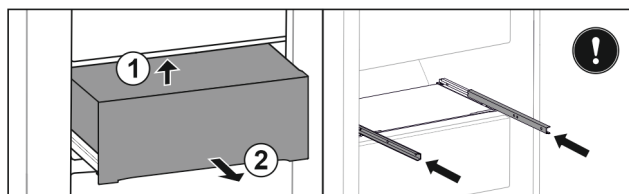

Fig. 46
- ▶ 从后下方抬起抽屉。 Fig. 46 (1)
- ▶ 朝前取出抽屉。 Fig. 46 (2)